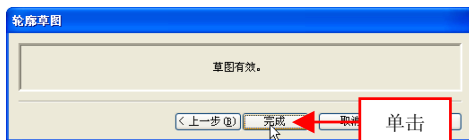

图 13-11 单击【完成】按钮
(6) 弹出【轮廓草图】对话框，在对话框中单击【完成】按钮，如图 13-11 所示。